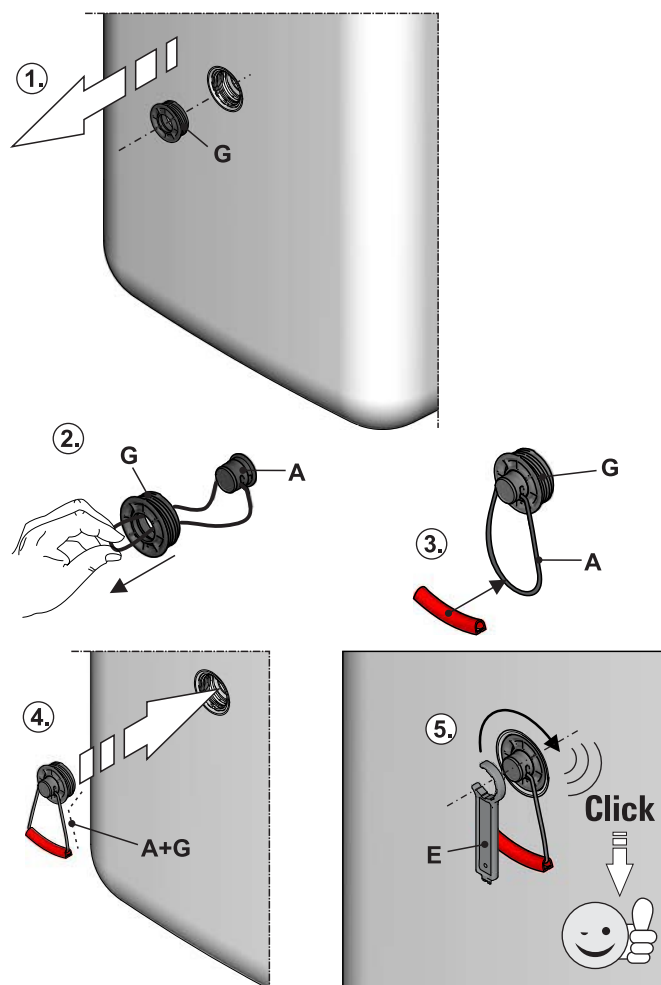

Fig. 4-2 Montaggio maniglie
- Svitare dal bollitore gli inserti filettati (fig. 4-2, pos. G), sui quali vanno montati i cappi.